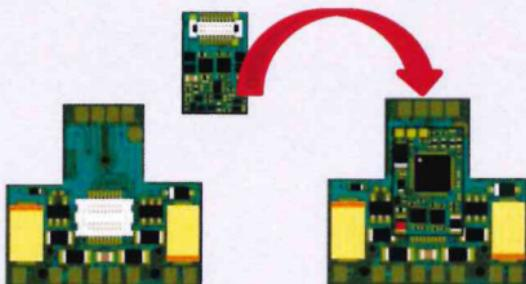

Abb.2/Fig.2
3. Den NEXT18 DCC-DECODER in die vorhandene Schnittstelle der Lok stecken. Bitte siehe Abb.2
3. Insert the NEXT18 plug of the DCC-DECODER into the connector port of the loco. Please see Fig.2